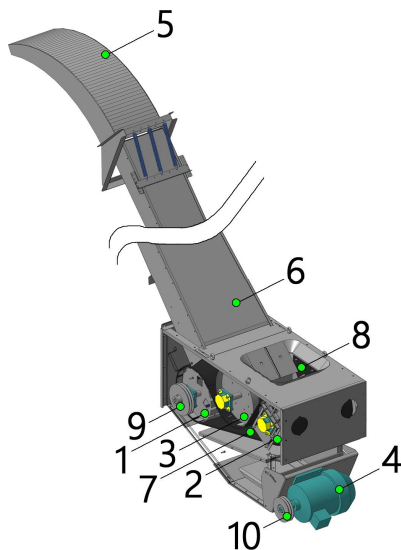

Рис. 12 Зернометатель
Зернометатель рис. 12 включает в себя триммер и трубу в котором установлены два барабана и одна катушка, а так же бесконечный ремень которые предназначены для придания зерну ускорения и выбросу последнего в трубу которая позволяет направить зерно в необходимое место складирования.
4) проверить правильность установок тепловых реле согласно схеме электрической принципиальной (рис. 12);